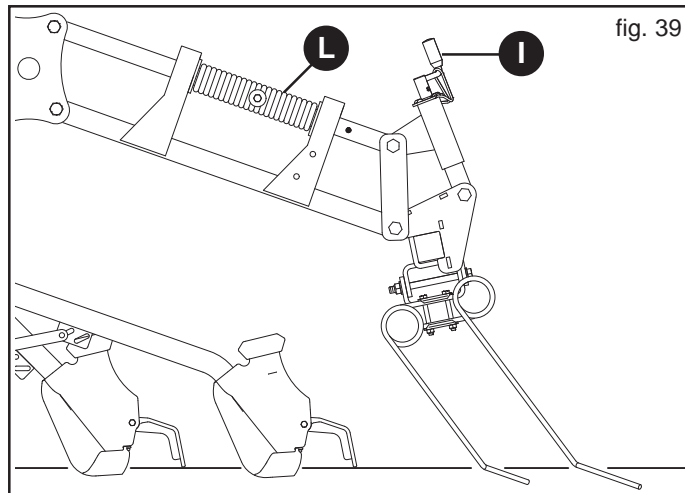

fig. 39
La pressione di lavoro dei denti a molle dell'erpice copriseme può essere variata mediante la rotazione della molla (L) posta sul braccio parallelo superiore (Fig. 39).